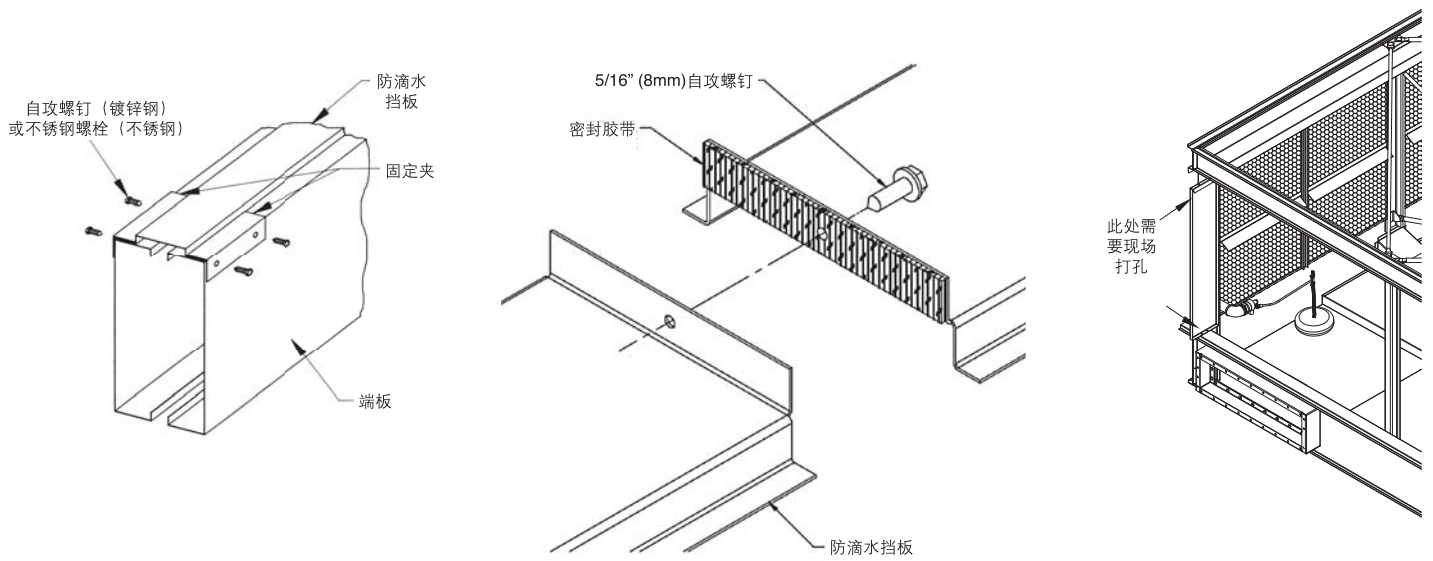

图3a - 防滴水挡板和防溅水挡板的安装
10. 把竖直的防溅水挡板放在立柱的折弯处。对于镀锌钢机组，采用5/16"（8mm）的自攻螺钉固定竖直挡板。对于不锈钢机组，采用5/16"（8mm）的不锈钢螺栓及螺母来固定竖直挡板（见图3a）。
11. 一旦竖直的防溅水挡板的底部需要与防滴水挡板相接触。当两者安装完成后，将水盘防护盖板放置在机组水盘段的上折边处（如图3a所示）。用5/16"（8mm）的自攻螺钉（适用于镀锌钢机组）或不锈钢螺栓及螺母（适用于不锈钢机组）将水盘防护盖板连接到竖直的防溅水挡板上。